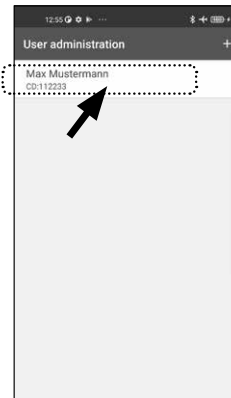

Abb. 76
- 4 Tippen Sie in der Liste mit angelegten Benutzern den Benutzer an, für den Sie den Benutzercode ändern wollen (Abb. 76).